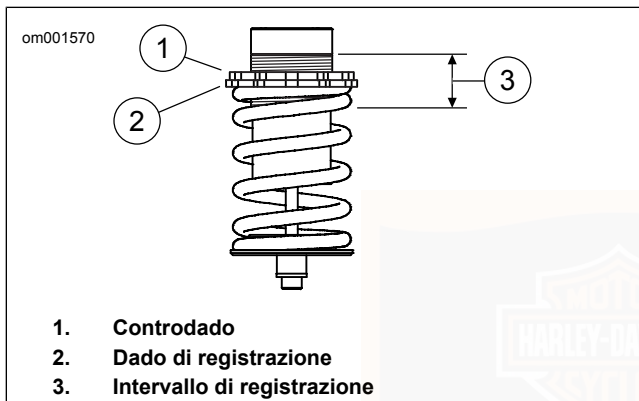

Figura 104. Regolazione della sella
1. Vedere Figura 104. Allentare il controdado (1).